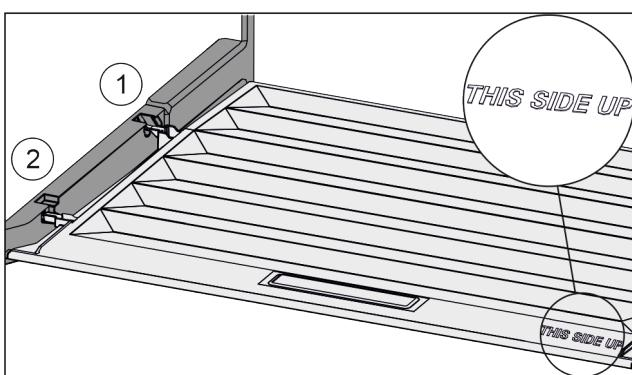

Fig. 84
- Вставить поперечні ребра через отвір заднього тримача Fig. 84 (1) і зафіксувати спереду у тримачі Fig. 84 (2).